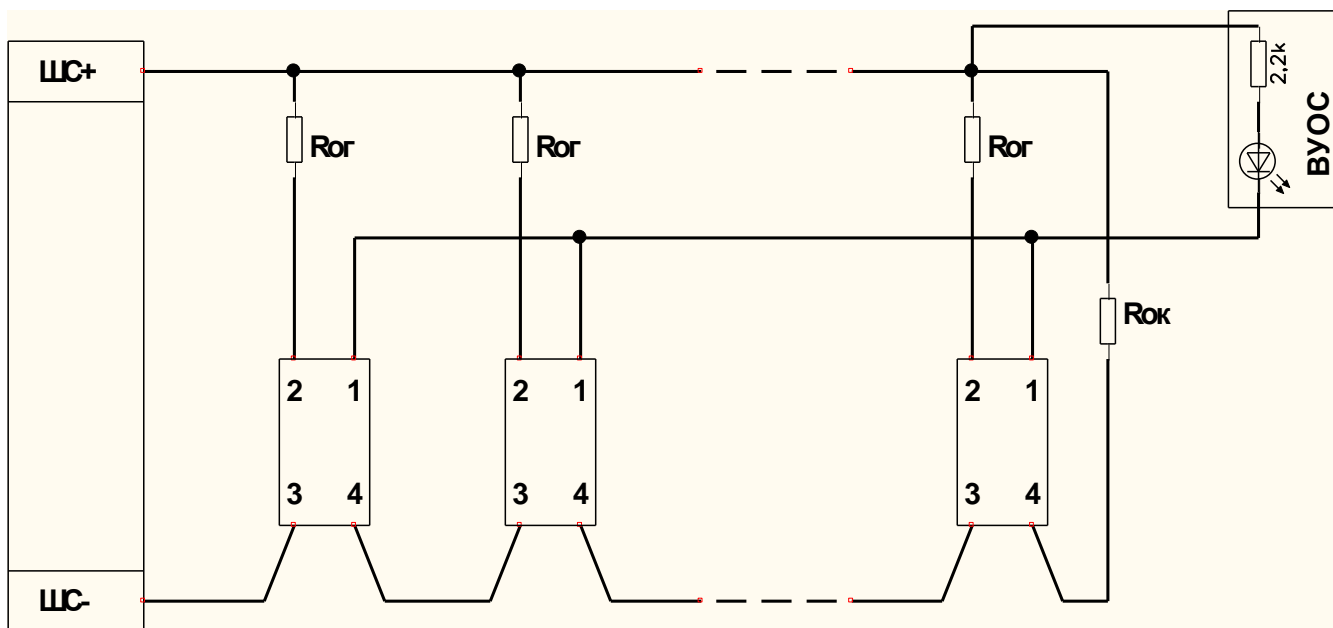

Рис. 4. Схема подключения ВУОС для группы извещателей, включенных в один шлейф
5.6 Схема вывода группового сигнала ВУОС для извещателей, включенных в один двухпроводный шлейф пожарной сигнализации, приведена на рис. 4.